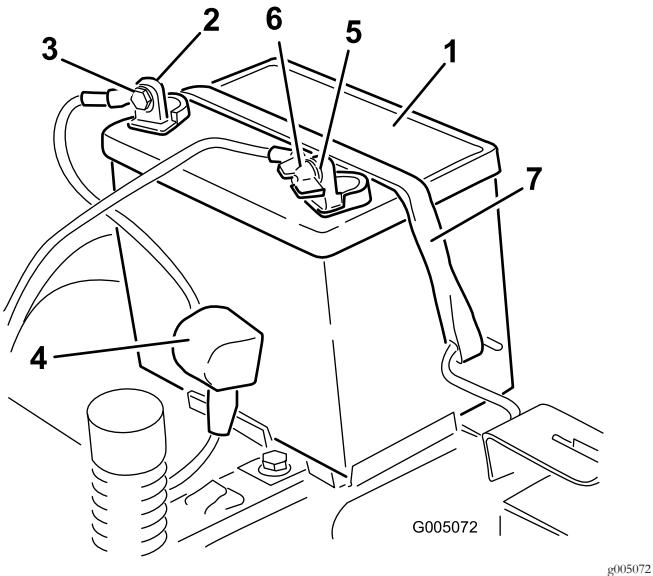

Figura 49
- Staccate il cavo negativo (nero) di terra dal polo della batteria (Figura 49).
- Staccate il cavo positivo (rosso) dal polo della batteria (Figura 49).
- Togliete il dispositivo di fissaggio della batteria (Figura 49) e togliete la batteria dal vassoio.
- Posizionate la batteria nella cassetta (Figura 49).
- Fissate la batteria con l'apposito dispositivo (Figura 49).